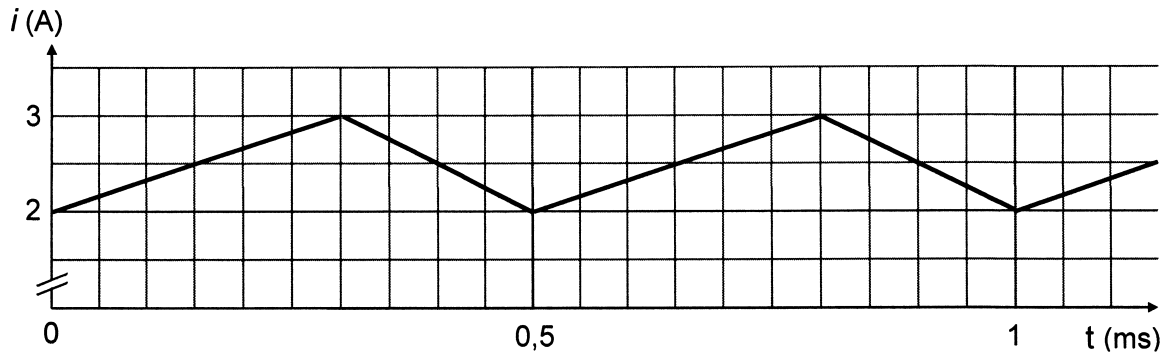

Figure p5
- B5.** Justifier l'évolution au cours du temps de l'intensité du courant $i(t)$ représentée sur le graphe figure p5. Etablir l'expression de l'ondulation du courant $\Delta I = I_{\max} - I_{\min}$ en fonction de U_0 , L , α et T_{H1} . Pourquoi est-il intéressant de diminuer l'ondulation du courant ? Préciser le rôle d'une bobine supplémentaire de lissage qui peut être placée en série avec le moteur. A partir du graphe, calculer l'inductance L de l'induit.